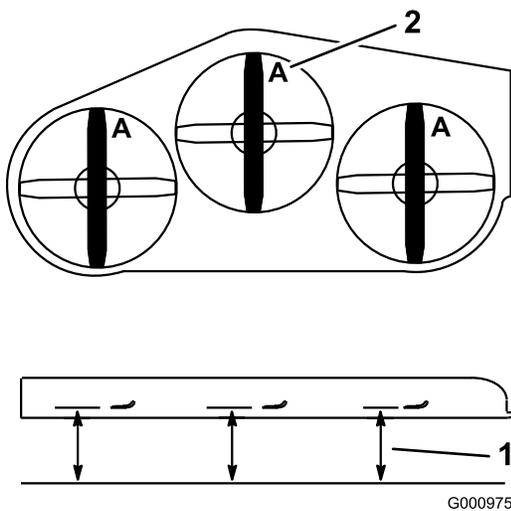

Figura 98
4. Medir em **A** e desde a superfície nivelada até à aresta de corte das pontas das lâminas (Figura 98).